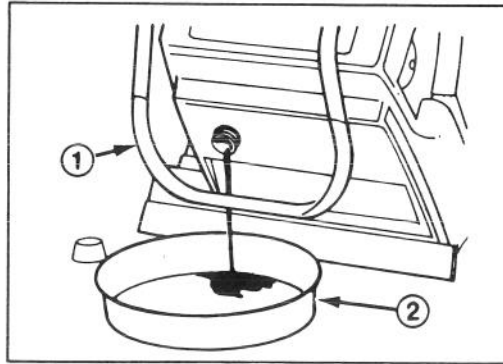

Fig. 16
1. Töm bränslet från tanken (Fig. 16).
1. **TÖM BENSINTANKEN** (Fig. 16) — Skruva loss tanklocket. Tippa snöslungan framåt och låt bensinen rinna ut i en vid behållare. Rätta upp maskinen igen och skruva tillbaka tanklocket. Torka upp all utspild bensin och förvara bränslet i en godkänd behållare.